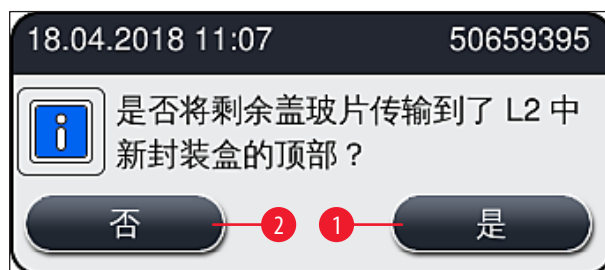

图 63
8. 关闭顶罩后, 将询问用户是否已将剩余盖玻片插入新的盖玻片封装盒 (→ 图 63)。如果是这种情况, 请使用是 (→ 图 63-1) 确认消息。如果没有插入盖玻片, 则使用否 (→ 图 63-2) 确认消息。